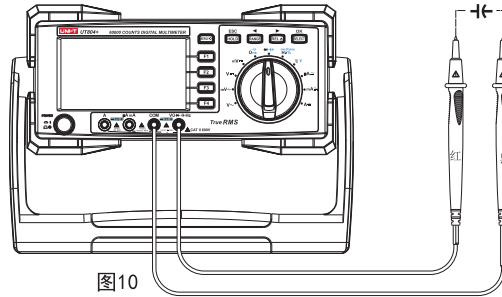

图10
- (1) 将红表笔插入" \blacktriangleright "插孔, 黑表笔插入"COM"孔。
- (2) 将仪表的旋转开关转到" \blacktriangleright \blacktriangleleft "测量档, 按SELECT键选择电容测量档, 如图10, 将表笔并联到被测电容二端上。